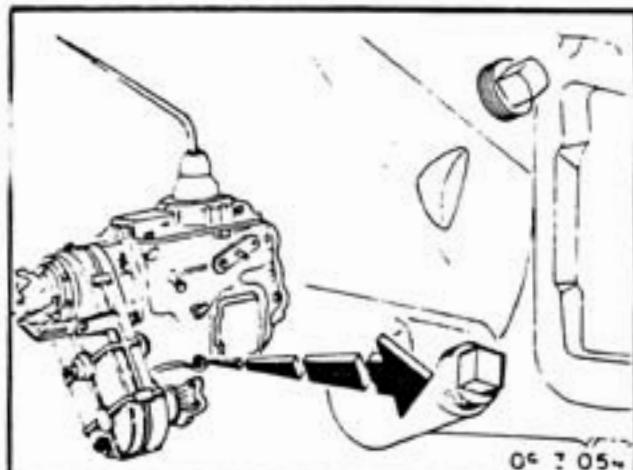

FIGURA 7
- Colocar um recipiente adequado sob o bujão de escoamento da caixa de mudanças e remover o bujão (figura 7). Deixar escoar o óleo e limpar o bujão.